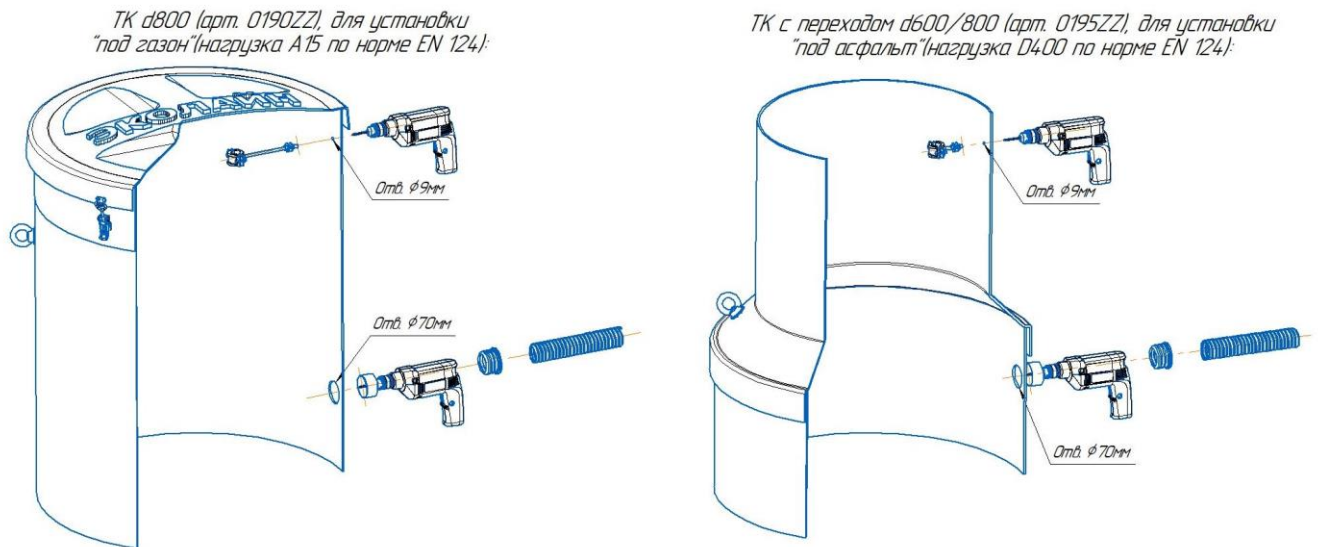

Рис. 2 – Подготовка отверстий в техническом колодце
- 2) Выполнить отверстия в корпусе технического колодца для установки верхнего крепления штанги (отв.  $\phi 9\text{мм}$ ) и уплотняющей манжеты кабельной трубы (отв.  $\phi 70\text{мм}$ ). Рис.2 и 3